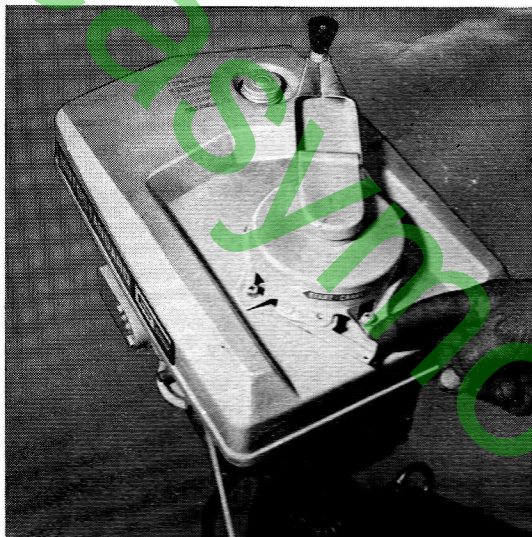

Fig. 12
DÉMARREUR MÉCANIQUE (fig. 12)
- Si le moteur est équipé d'un démarreur mécanique (fig. 12), procéder comme suit :
- remonter le ressort du lanceur en tournant la manivelle (fig. 12) dans le sens des aiguilles d'une montre,
- déclancher le lanceur en poussant le levier (fig. 12) vers la position « START ». Ne pas actionner le démarreur lorsque le moteur tourne.